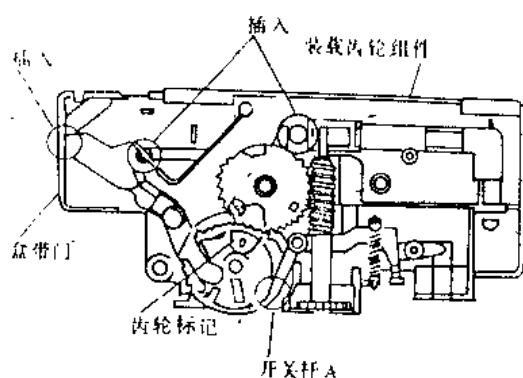

图 1-19
②再次安装装载齿轮组件时, 请检查盒带座的 2 个凸起部有否插在底座右边的槽沟中 (见图 1-19)。
③检查同步齿轮上 (◇) 标记和离合器齿轮上的 (△) 标记有否对准 (见图 1-19)。
④检查盒带开关杆(A)的凸起部有否配合于同步齿轮的凸轮(见图1-19)。
⑤将盒带门再次安装时,请检查门臂的凸起部有否插在盒带门的槽沟中(见图1-19)。